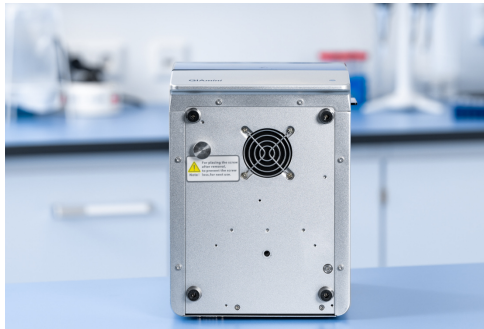

Abbildung 21. Geräteposition zum Einsetzen der Transportsicherungsschraube.
4. Kippen Sie den QIAmini vorsichtig auf die Rückseite. Stellen Sie sicher, dass das Gerät jederzeit vor einem Umkippen geschützt ist (Abbildung 21).
5. Entfernen Sie die Transportsicherungsschraube aus der Aufbewahrungsposition (Abbildung 21).